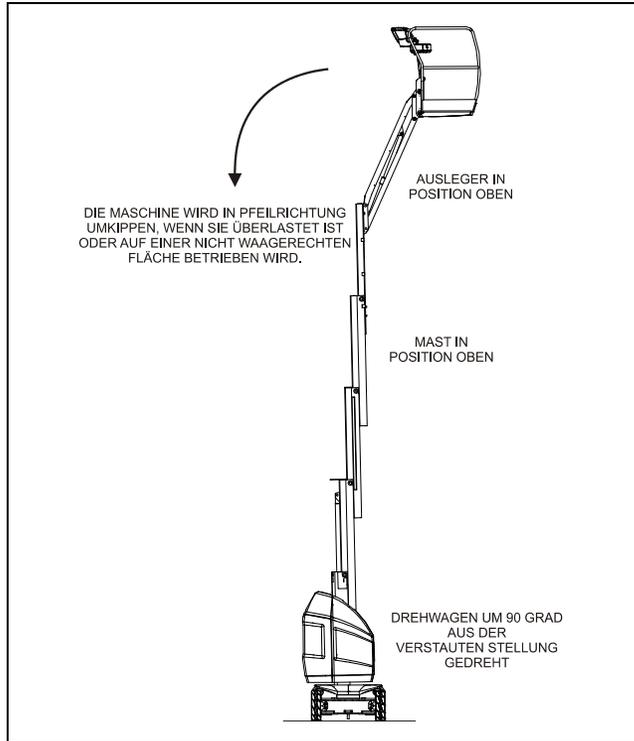
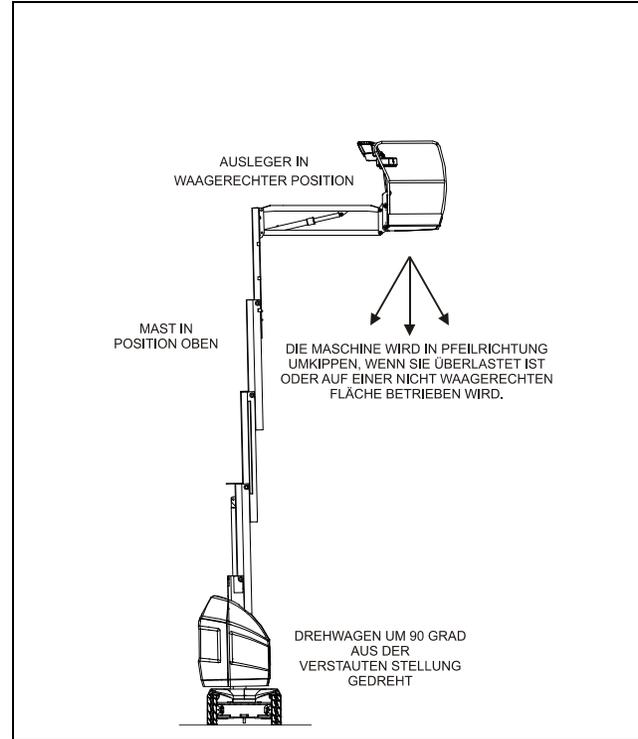

Bild 4-1. Stellung der geringsten Rückwärtsstabilität
Bild 4-2. Stellung der geringsten Vorwärtsstabilität
Die Stabilität der Maschine beruht auf zwei (2) Bedingungen, die als **VORWÄRTSSTABILITÄT** und **RÜCKWÄRTSSTABILITÄT** bezeichnet werden. Die Maschinenstellung mit der geringsten **VORWÄRTSSTABILITÄT** ist in (Siehe Bild 4-2.) und die Stellung mit der geringsten **RÜCKWÄRTSSTABILITÄT** in (Siehe Bild 4-1.) dargestellt.